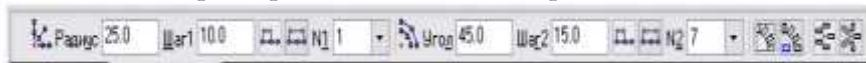

Рисунок 32. Панель инструментов
2. Параметры сетки показаны на рис. 32.